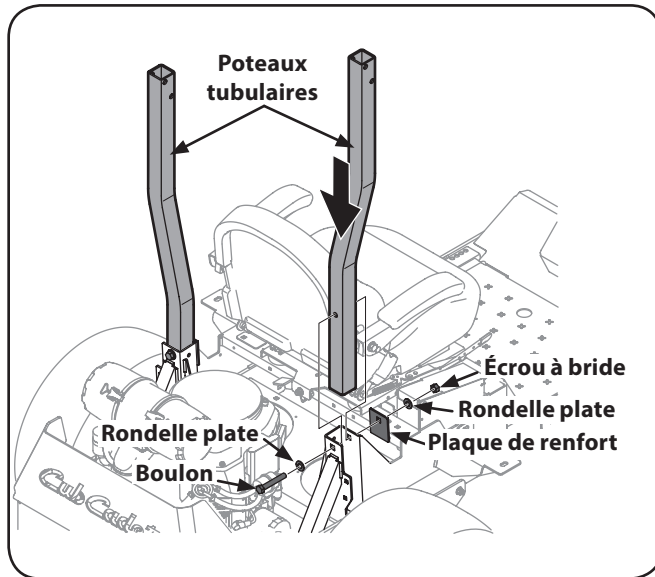

Figure 3-3
1. Insérez les poteaux tubulaires de la partie inférieure de la structure de protection dans les supports soudés au châssis principal de l'appareil. Voir Figure 3-3.
2. Insérez un des boulons de l'ensemble de quincaillerie dans la rondelle plate, puis dans le support du châssis et dans le poteau de la structure de protection anti-retournement, de l'arrière vers l'avant. Répétez la procédure sur l'autre côté. Voir Figure 3-3. Si l'accès est restreint, insérez les boulons de l'avant vers l'arrière.
3. Installez les plaques de renfort et les écrous autobloquants sans complètement les serrer. Voir Figure 3-3.
6. Serrez la quincaillerie de montage du châssis à un couple de 80-90 lb/pi. Voir Figure 3-3.